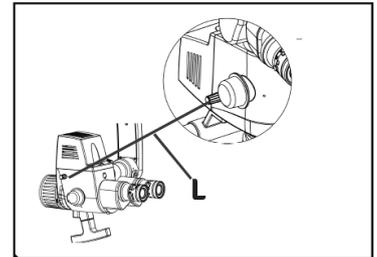

Abb. 46
Siehe Abb. 46 (L). Der Filterwechselhebel befindet sich auf der linken Seite des Magnichanger-Gehäuses. Verwenden Sie den Hebel, indem Sie ihn herausziehen, um den Filter zu wechseln, und ihn zurück zum Hauptlicht drücken.